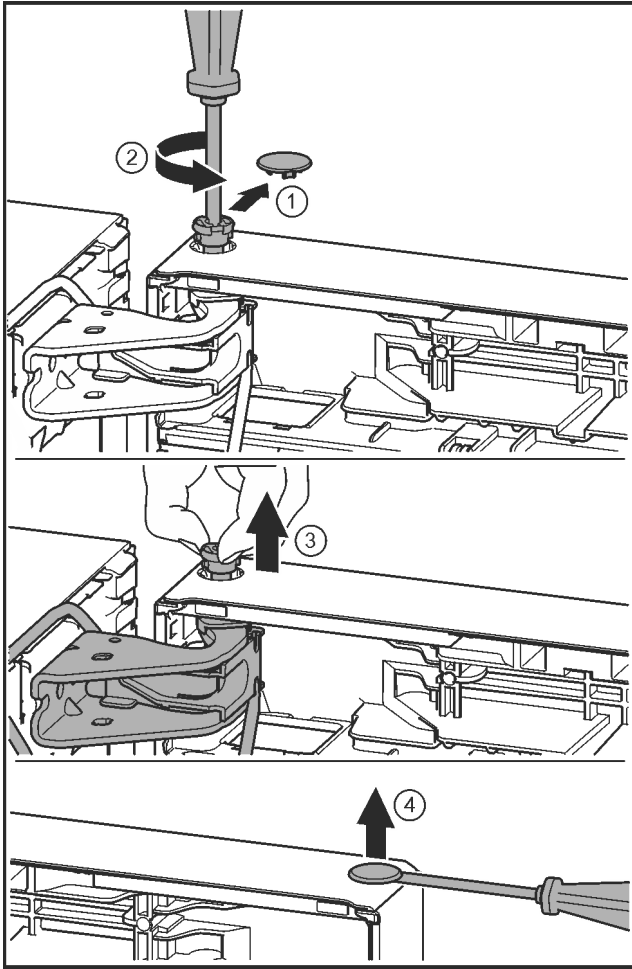

Fig. 21
- ▶ Óvatosan húzza le a biztonsági fedelet. Fig. 21 (1)
- ▶ A csapot a T15 csavarhúzóval kicsit tekerje ki. Fig. 21 (2)
- ▶ Tartsa meg az ajtót, és a csapszeget az ujjával húzza ki. Fig. 21 (3)
- ▶ A dugót egy hornyoltfejű csavarhúzóval óvatosan emelje ki az ajtó csapágyperselyből, és húzza ki. Fig. 21 (4)